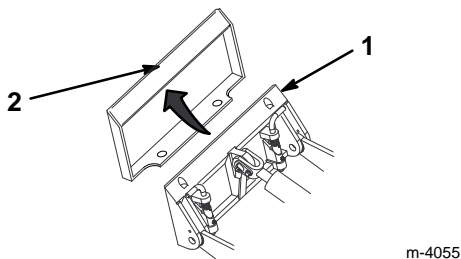

Figure 2
4. Insérer la plaque de montage dans le bord supérieur de la plaque d'accrochage de la trancheuse (Fig. 2).